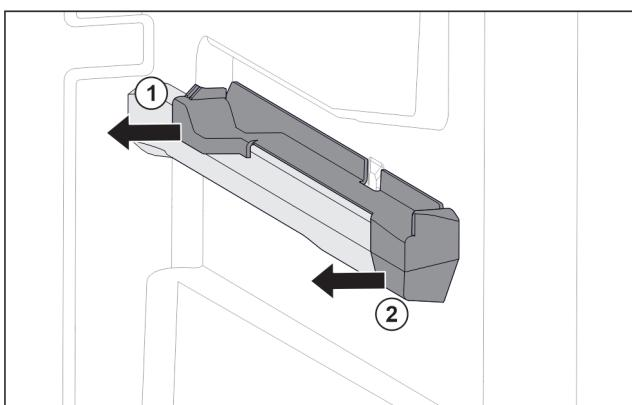

Fig. 28 Вставная часть на правом контейнерном ребре
- Отодвиньте вставную часть сзади в сторону. Fig. 28 (1)
- Отодвиньте вставную часть спереди в сторону. Fig. 28 (2)